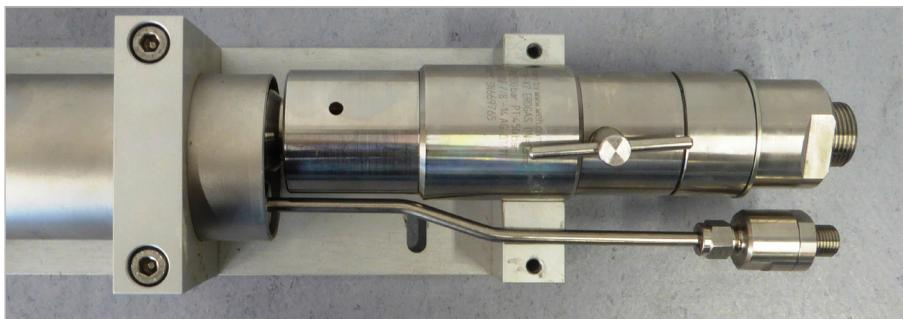

Figure 5
- ▶ Ouvrir et dévisser les deux éléments de fixation (pos. 10) avec une clé Allen (SW5) pour les retirer du support de fixation.
- ▶ Retirer la coquille de support (pos. 11).
- ▶ Placer le corps d'accouplement (pos. 1) et, le cas échéant, la conduite de retour du gaz (pos. 6) sur le support de fixation.
**Attention :** L'actionnement excentrique (pos. 2) doit être dégagé pour permettre l'installation ou le retrait de l'insert d'about (pos. 7).
**Remarque :** le tube de récupération des vapeurs (pos. 6) doit se trouver dans la zone fraisée prévue du support de fixation (*Figure 5*).